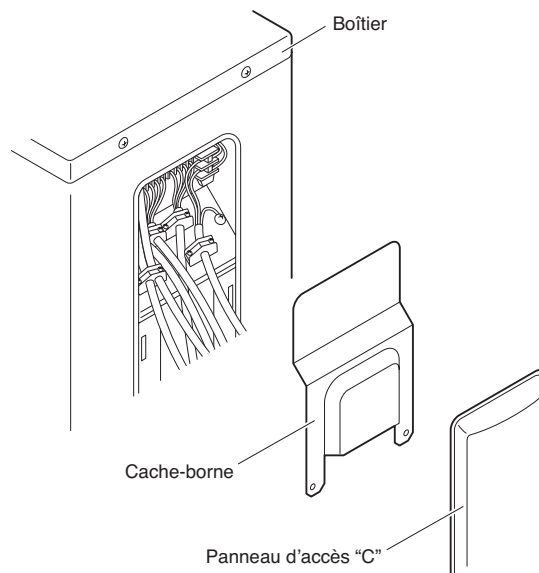

**Fig. 31**
- Arranger le câblage pour que les câbles entre unités soient contenus dans le panneau de contrôle et le panneau de tube, de la manière indiquée en Fig. 31.